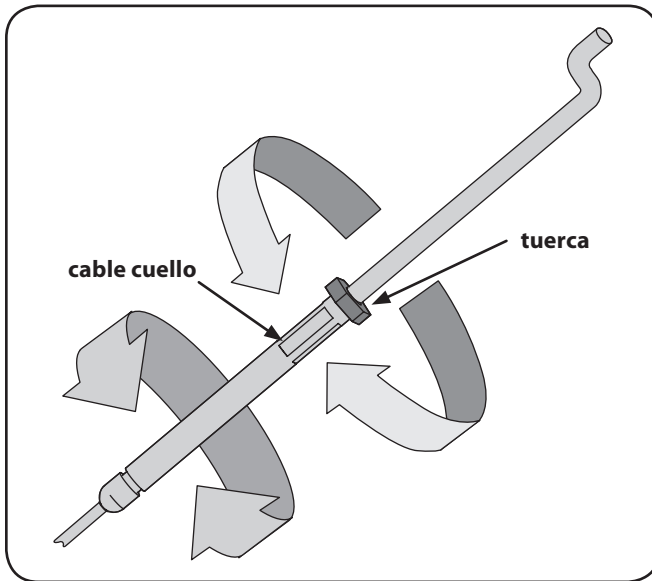

Figura 1-8
2. Ajuste el cable del embrague hacia delante, aflojando la tuerca hexagonal. Véase la Figura 1-8.
3. A su vez la sección del cable cuello una o dos vueltas para aumentar o disminuir la tensión en el cable. Véase la Figura 1-8.
4. Vuelva a apretar la tuerca de seguridad contra el collar del cable. Véase la Figura 1-8.